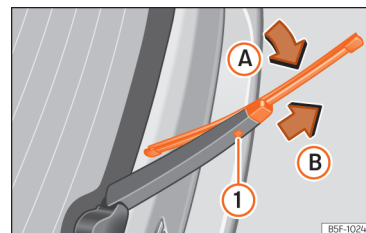

Рис. 194 Заміна щітки заднього склоочисника.
- Трохи поверніть щітку >>> **рис. 194 (стрілка A)**.
- Натисніть кнопку ① і легко потягніть щітку в напрямку стрілки B.